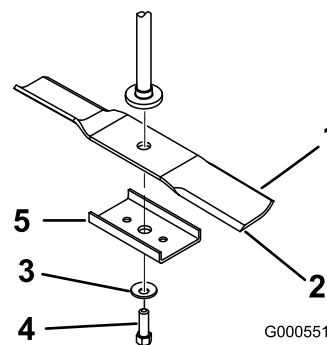

Figura 43
Sujete el extremo de la cuchilla usando un trapo o un guante grueso. Retire del eje el perno de la cuchilla, la arandela curva, el refuerzo de la cuchilla y la cuchilla (Figura 43).
1. Instale la cuchilla en el eje (Figura 43).
2. Instale el refuerzo de la cuchilla, la arandela curva (con la copa hacia la cuchilla) y el perno de la cuchilla (Figura 43).